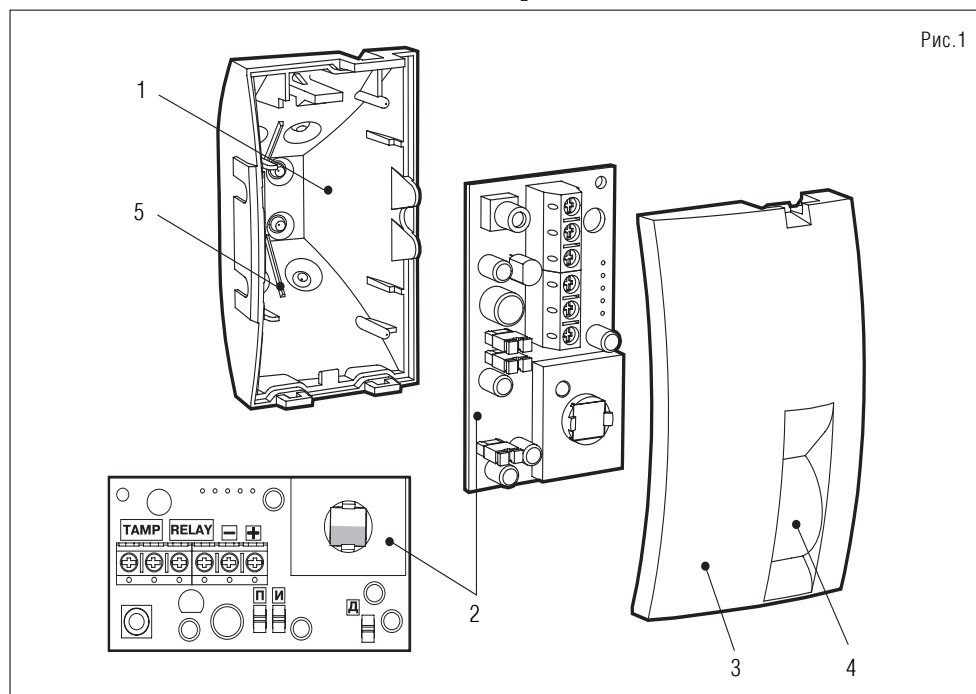

Рис.1
Извещатель выполнен в виде одного блока (Рис.1) и состоит из основания (1), печатной платы с элементами (2) и крышки (3) с линзой Френеля (4).
Примечание. Следующие действия (см. рис.1) ВЫПОЛНЯТЬ только в КРАЙНИХ случаях: Если реальное значение $D < D_{min}$, то необходимо закрыть половину пироприемника, причем дальнюю от плоскости картины. Для этого вырезать кусочек ограничителя зоны (из комплекта поставки). Снять пластмассовое колечко с пиро-
7. Подключить провода к клеммной колодке (Рис.1). Клеммные контакты «TAMP» могут быть использованы – отдельного шлейфа контроля вскрытия; – основного шлейфа сигнализации последовательно с контактами «RELAY», как с включением выносного резистора, так и без него.